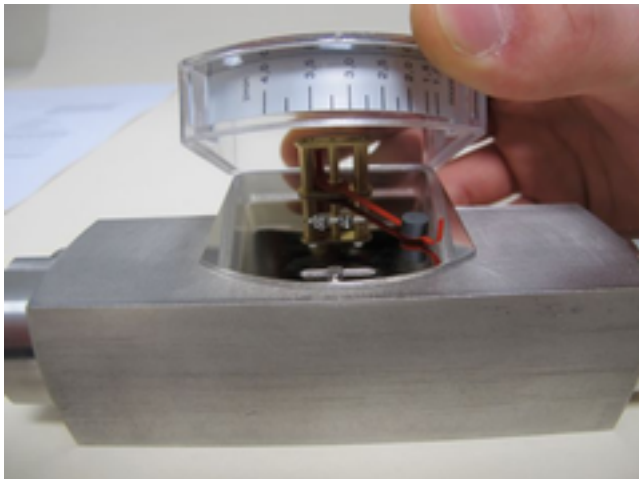

Abb. 42: Anzeigengehäuse abnehmen
2. ➤ Anzeige-Deckelplatte gemeinsam mit Kunststoffgehäuse vorsichtig nach oben von der Anzeige-Bodenplatte abziehen (Abb. 42) und entnehmen. Darauf achten, dass das Zeigerwerk nicht beschädigt wird